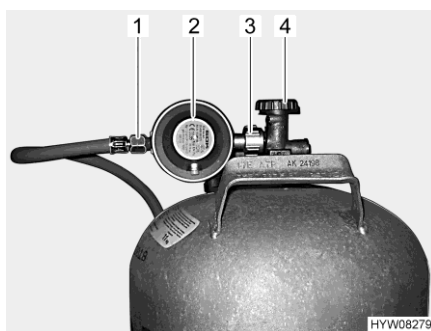

Fig. 124 Raccord bouteille de gaz
- Fermer le robinet principal (Fig. 124,4) de la bouteille de gaz. Observer le sens de la flèche.
- Maintenir le régulateur de pression du gaz (Fig. 124,2) et ouvrir la vis moletée (Fig. 124,3) (en général filetage à gauche).
- Retirer le régulateur de pression du gaz avec la lyre (Fig. 124,1) de la bouteille de gaz.
- Placer le régulateur de pression du gaz (Fig. 124,2) avec la lyre (Fig. 124,1) sur la bouteille de gaz et serrer la vis moletée (Fig. 124,3) (en général filetage à gauche). **Ne pas** serrer trop fort.